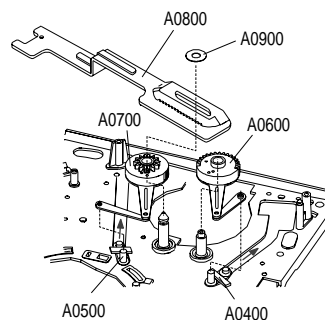

Fig. 13
- Sicherungsscheibe (Pos. A0900, Fig. 13) abnehmen.
- Fädelschieber (Pos. A0800, Fig. 13) herausnehmen.
- Fädelarmer (Pos. A0700 / A0600, Fig. 13) herausnehmen.
- Fädelschlitten (Pos. A0400 / A0500, Fig. 13) in die angegebene Pfeilrichtung schieben und herausnehmen.